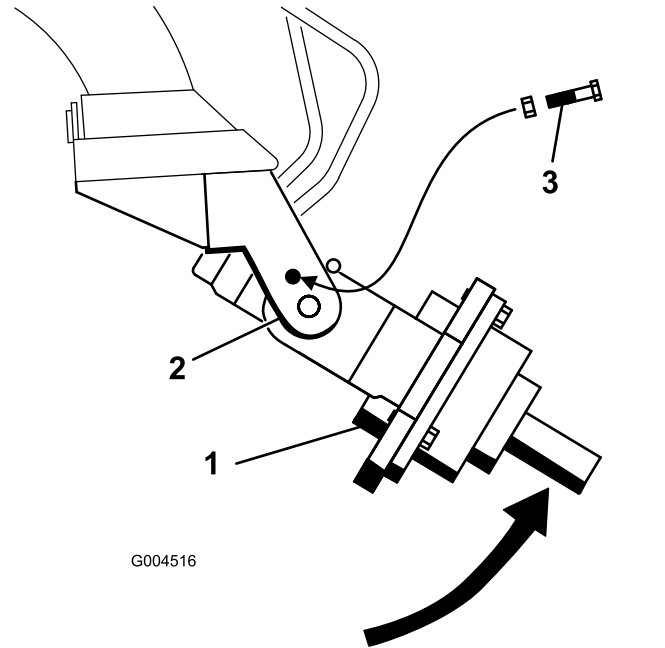

Figura 5
5. Ruotate manualmente la testata motrice della trivella verso l'alto, fino a quando non potete far scorrere un bullone ($\frac{1}{2}$ " x $2\frac{1}{2}$ ") nel foro del braccio della base anteriore, fissando la testata motrice. Serrate senza stringere il bullone con un dado ($\frac{1}{2}$ ") come mostrato nella Figura 5.
- Ruotate manualmente la testata motrice della trivella verso l'alto, fino a quando non potete far scorrere un bullone ($\frac{1}{2}$ " x $2\frac{1}{2}$ "") nel foro del braccio della base anteriore, fissando la testata motrice. Serrate senza stringere il bullone con un dado ($\frac{1}{2}$ "") come mostrato nella Figura 5.